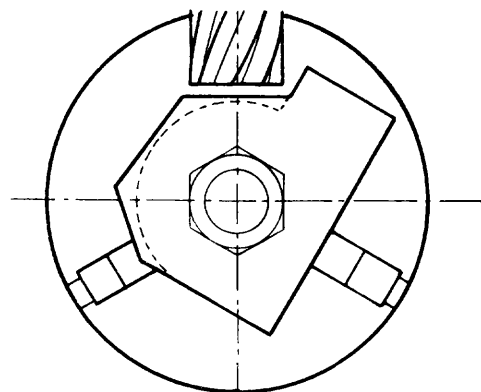

Fig. 5
- a Haga una primera aproximación con cortes planos (fig. 5).